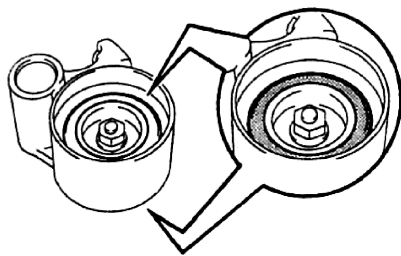

图 1-23 检查正时带惰轮
1) 目视检查正时带惰轮的密封部分是否漏油,如图 1-23 所示。